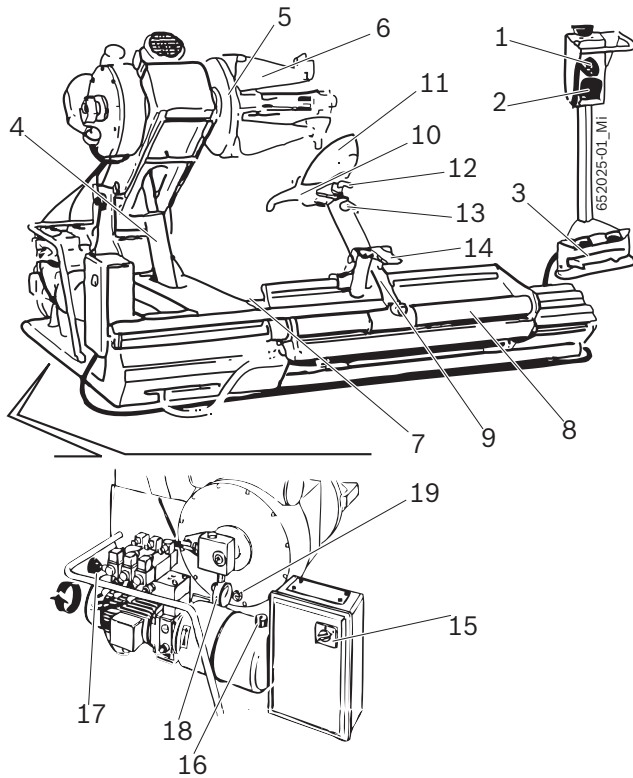

Fig. 1: KTS 340
La flangia di serraggio funziona tramite circuito idraulico ad alta pressione, regolabile da 20 a 130 bar ruotando l'apposita manopola (Fig. 1, pos. 17) e leggendo il valore sul manometro (Fig. 1, pos. 18). La pressione normale di esercizio è di 130 bar. Per cerchioni deboli o particolarmente sottili è necessaria diminuire tale pressione.
Per ruote con diametro inferiore a 800 mm o superiore a 1500 mm, si consiglia di sfilare la spina dell'utensile di montaggio (Fig. 1, pos. 12) e posizionarla nel secondo foro.